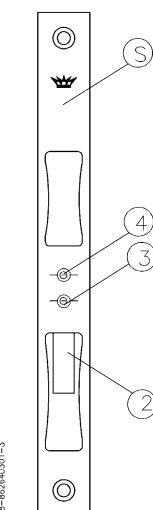

Bild 8. Hebel (2) darf nicht am Schließblech (S) schaben
- Prüfen Sie die Einbaulage von Riegelschaltkontakt (1) und Hebel (2)
- Beim Betätigen des Hebels (2) darf dieser nicht am Schließblech (S) schaben. **Falls doch**, Hebel abziehen und nacharbeiten. (Bild 8)